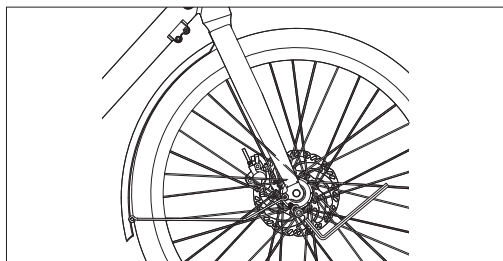

Figure 5-2
- Après avoir fixé le support supérieur, utiliser une clé Allen de 4 mm pour retirer les 2 vis au bas de la fourche avant. Alignez ensuite les pattes du garde-boue avant avec les trous d'installation au bas de la fourche avant, comme indiqué sur les **Figures 5-2 et 5-3**, puis resserrez les vis à environ 3-5 N·m.